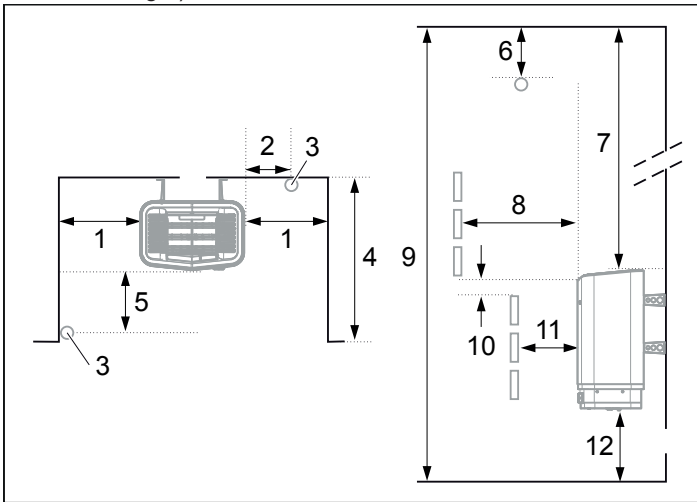

Abbildung 6: Positionierung der Heizung - Nischeninstallation
- an derselben Wand wie die Tür (oder an der Seitenwand, wenn der Abstand zur Türwand sehr klein ist). Die Heizung kann auch in einer Nische platziert werden (siehe Abbildung 6).
Wenn die Wand, an der der Fühler installiert werden soll, aus einem sehr wärmeabsorbierenden Material (Beton, Ziegel etc.) oder aus gehärtetem Glas besteht, kann der Fühler in dem in Abbildung 6 gezeigten Abstand zur Heizung installiert werden.
1. Positionieren Sie die Heizung in sicherem Abstand zum Boden, zu den Seitenwänden und zu Innenrauminstallationen (siehe Abbildung 6).
2. Positionieren Sie den Sensor, wie im Bild gezeigt (siehe Abbildung 6).